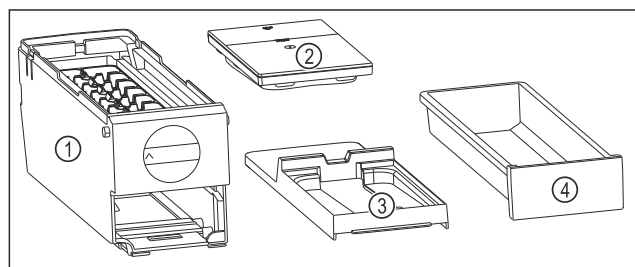

Fig. 174 EasyTwist-Ice:n osat
- ▶ EasyTwist-Ice on jaettu neljään osaan. (katso Fig. 174)
- ▶ Pura EasyTwist-Ice vain kuvissa esitettyihin osiin. (katso Fig. 174)
- ▶ Puhdista EasyTwist-Ice-runko Fig. 174 (1) kokonaisuutena.